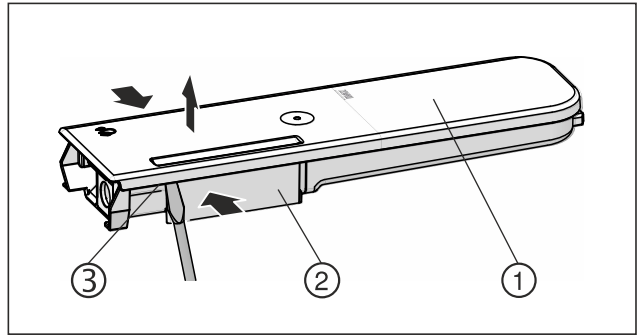

Fig. 172
- ▶ Wasserbehälter Fig. 172 (2) zusammendrücken und Deckel Fig. 172 (1) vorsichtig über die Rastnasen Fig. 172 (3) hebeln und hochziehen.
- ▶ Deckel Fig. 172 (1) leicht hin- und herbewegen und nach oben entnehmen.